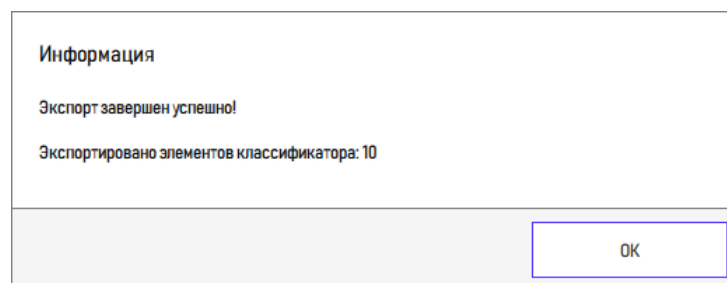

Рисунок 27 – Сообщение о завершении экспорта
4) После завершения экспорта выводится информационное сообщение (рисунок 27).